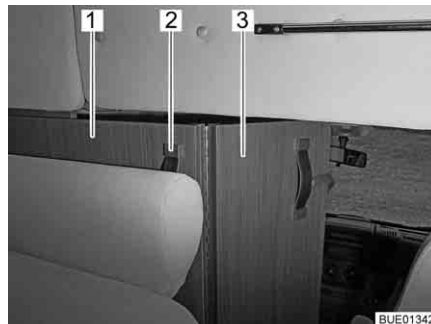

Bild 49 Skiljeplatta till förarhytt
- Ta tag i hållbandet (Bild 49,2) på skiljeplattan till förarhytten (Bild 49,1) och dra inåt tills kanten på skiljeplattan till förarhytten är ungefär i höjd med sittbänkens ryggstöd (Bild 49).
- Fäll ut den fällbara delen av skiljeplattan till förarhytten (Bild 49,3) mellan sätena i förarhytten.